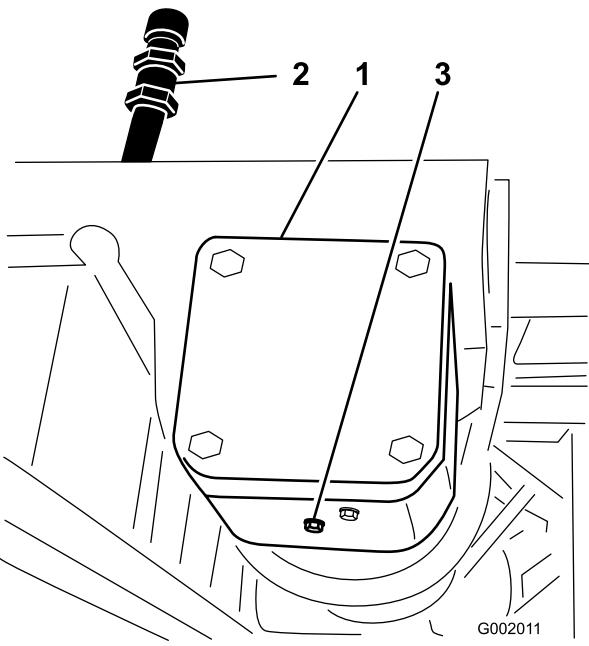

図 67
2. ドレン・プラグの下にオイルを受ける容器をおく (図 67)。
3. 補給口プラグとドレン・プラグを取り（図 67）、排出されるオイルを容器で回収する。